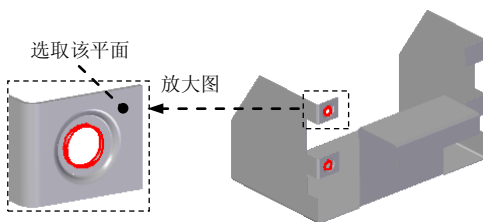

图 8.9.34 法向除料特征 4
(3) 定义凹坑属性。在命令条中单击  按钮, 单击“偏置尺寸”按钮 , 在 **距离:** 文本框中输入值 1, 单击  按钮, 在 **倒圆** 区域选中 ☒ **包括倒圆(I)** 复选框, 在 **凸模半径** 文本框中输入值 0.5, 在 **凹模半径** 文本框中输入值 0.5; 取消选中 ☐ **包含凸模侧拐角半径(A)** 复选框, 单击 **确定** 按钮; 定义其冲压方向向内, 单击“轮廓代表凸模”按钮 .
(4) 单击命令条中的 **完成** 按钮, 完成特征的创建。
Step17. 创建图 8.9.34 所示的法向除料特征 4。
(1) 选择命令。在“主页”功能选项卡“钣金”工具栏中单击  按钮, 选择  **法向除料** 命令。
(2) 定义特征的截面草图。
① 选取草图平面。在系统 **单击平的面或参考平面** 的提示下, 选取图 8.9.34 所示的模型表面为草图平面。